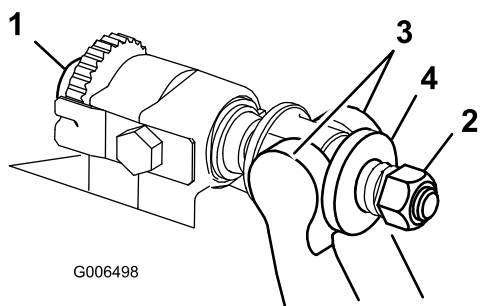

Bild 23
1. Drehen Sie die Einstellschrauben des Untermesserträgers nach links, um den Abstand zwischen Untermesser und Spindel zu vergrößern (**Bild 23**).
2. Drehen Sie die Federspannungsmutter so weit hinaus, bis die Scheibe nicht mehr gegen den Untermesserträger angespannt ist (Bild 23).